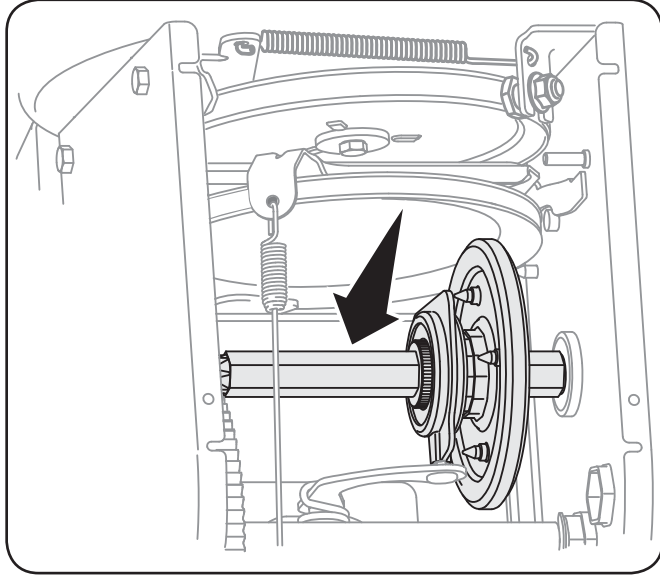

Figure 6-2
4. Appliquez une légère couche de pâte anti-grippant sur l'arbre hex. Voir la Fig. 6-2.